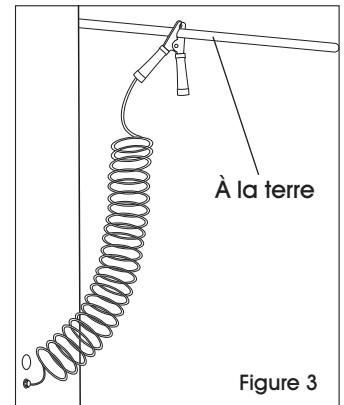

Figure 3
- 3. Attach the other end of the ground wire to a ground bus or ground rod. Ground cabinet to earth. (See Figure 3) Refer to NFPA 77 for further information.
3. Fixez l'autre extrémité du câble à une barre omnibus ou une tige de mise à la terre. Mettez l'armoire à la terre. (Voir Figure 3) Référez-vous à NFPA 77 pour plus d'informations.